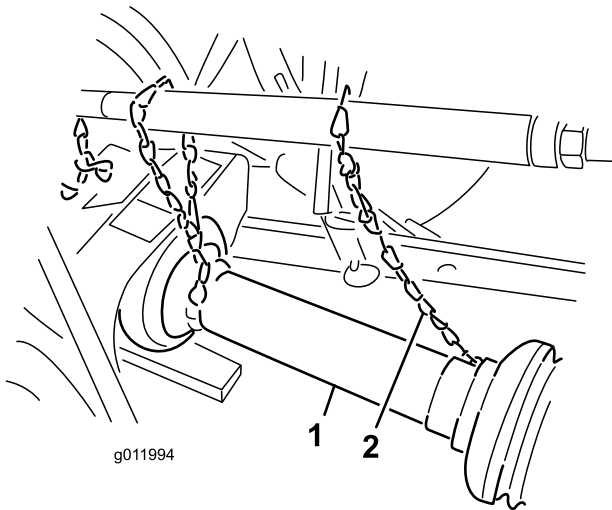

Figura 6
5. Collegate le catene di sicurezza delle protezioni dalle sezioni dell'albero di trasmissione ai fermi saldati sui bracci di attacco o alle protezioni della PDF (Figura 6).